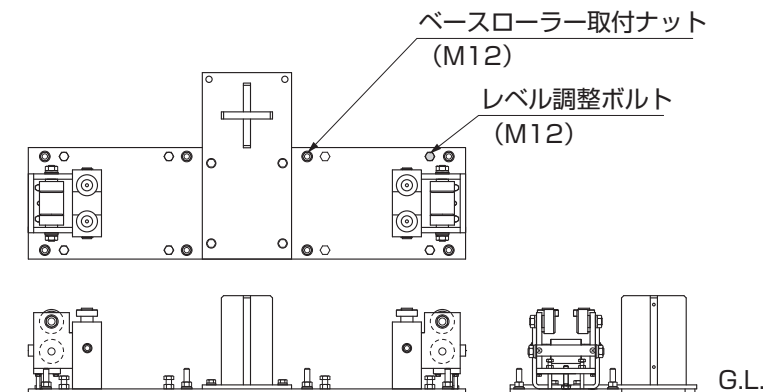

図3-1
①一番高いところを基点にして、他の7箇所の「ベースローラー取付ナット」を緩めてください。(図3-1参照)